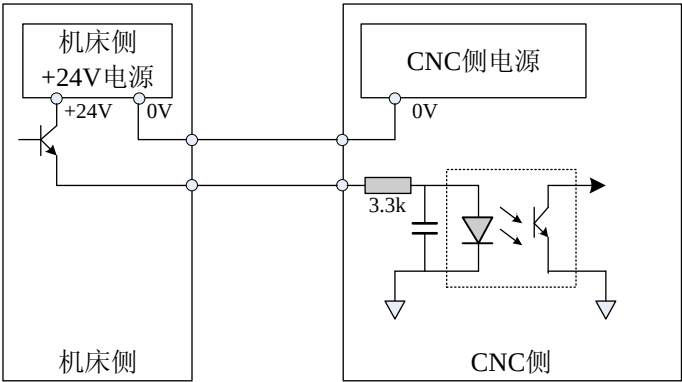

图 4.1.2a
- (1) 触点容量：DC30V、16MA 以上
- (2) 开路时触点间的泄漏电流应小于 1mA（Vmax=26V）
- (3) 闭路时触点间的电压降应小于 2V（电流 8.5MA，包括电缆的电压降）
- 2 此类信号的信号回路如图 4.1.2a 或 4.1.2b 所示